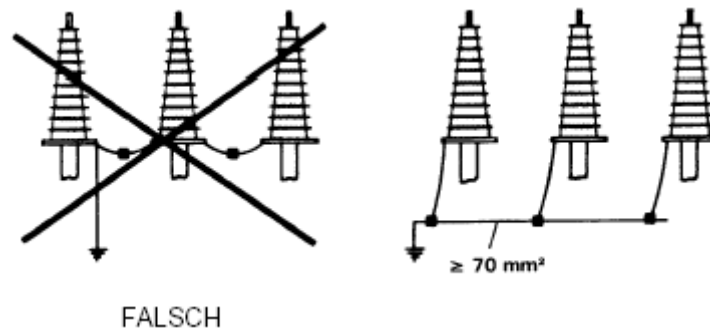

Abbildung 5 Erdung der Schirme von Baueinsatzkabeln
- Die Kabel können einzeln am Mast oder an einer gemeinsamen Verbindungsplatte geerdet werden. Die Verbindung von dieser Platte zum eigentlichen Erder muss einen Querschnitt von mindestens 70mm^2 Cu haben. Es ist unzulässig, die Erdung von Einleiterkabeln vorzunehmen, indem die Schirme in Reihe geschaltet werden (siehe Abbildung 5).